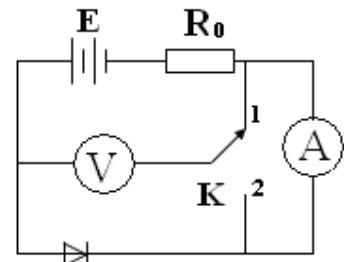

图6 伏安法电路图
2) 按图6所示连接电路：开关K打向位置1为电流表内接，打向位置2为电流表外接。